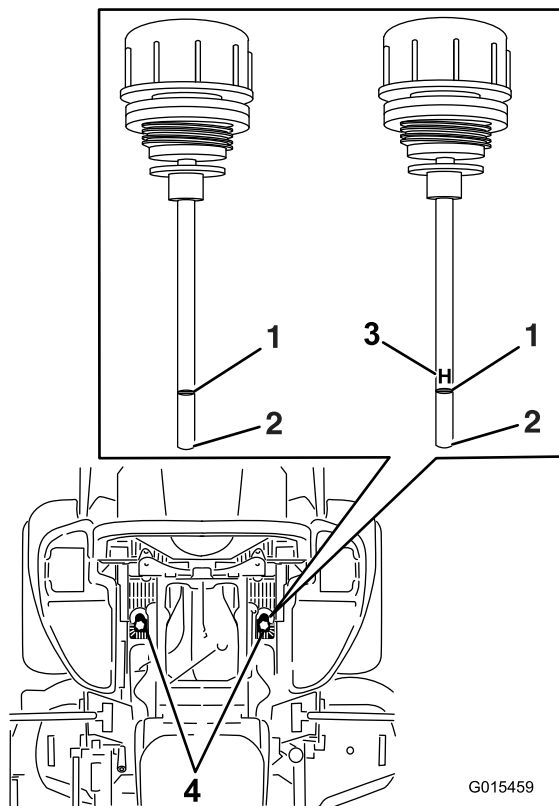

Figure 82
6. Nettoyez la surface autour des jauges des réservoirs du système hydraulique (Figure 82).
7. Sortez la jauge du réservoir hydraulique (Figure 82).
9. Resserrez la jauge et examinez l'extrémité (Figure 82). Si le niveau d'huile est au repère minimum, versez lentement la quantité d'huile qui convient dans le réservoir hydraulique pour faire monter le niveau jusqu'au repère maximum(H).